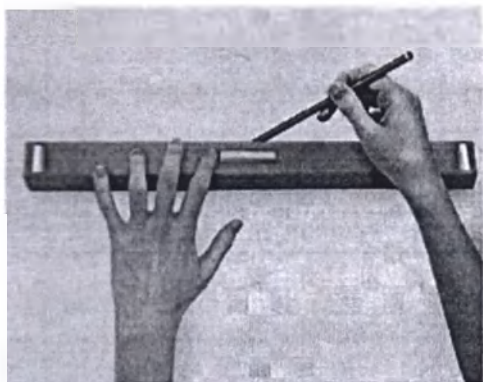

Рисунок 29
- Прочертить горизонтальную линию на стене, идеально выровненную с полом на необходимой высоте (Рисунок 29).